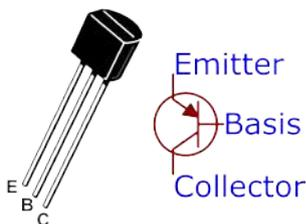

Abbildung 1: PNP Transistor
- Transistor (PNP) 2N-3906 (Abbildung 1)
Bei dem Transistor befindet sich, wenn die flache Seite nach oben schaut, links der Emitter, in der Mitte die Basis und rechts der Collector (Abbildung 1). Bei den „Elkos“ ist der Minuspol durch einen weißen Strich gekennzeichnet (Abbildung 2).